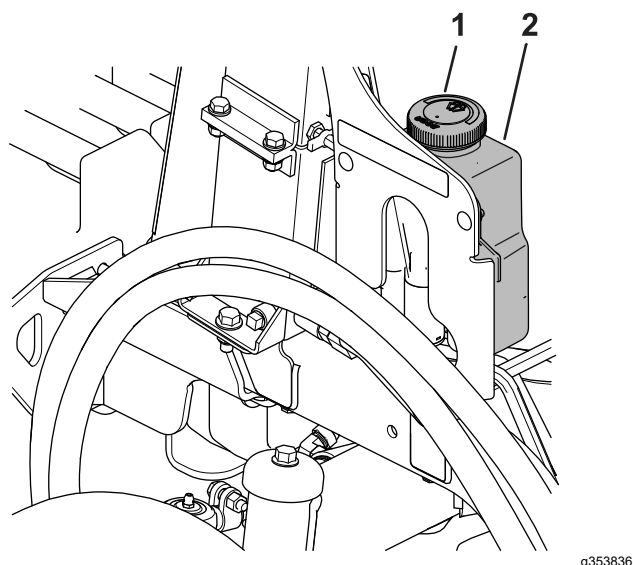

Figure 86
1. Retirez le bouchon (**Figure 86**) du réservoir.